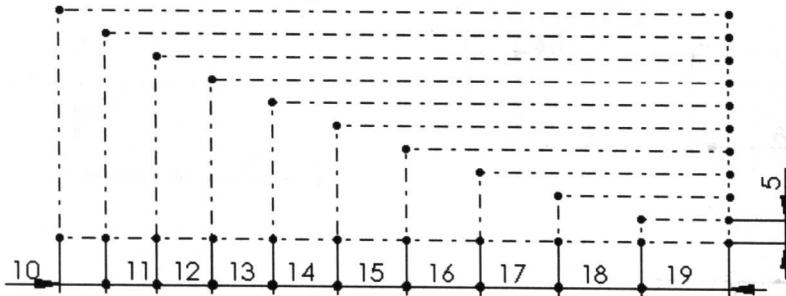

图 1-4 草图
3) 用“中心线”绘制出十条竖直线和十条水平线，竖线的起点与十一条相连水平线端点“重合”，水平线的起点与十条相连竖直线的端点“重合”，十条竖线和十条水平线的终点在竖线和水平线的相交处，如图 1-4 所示。